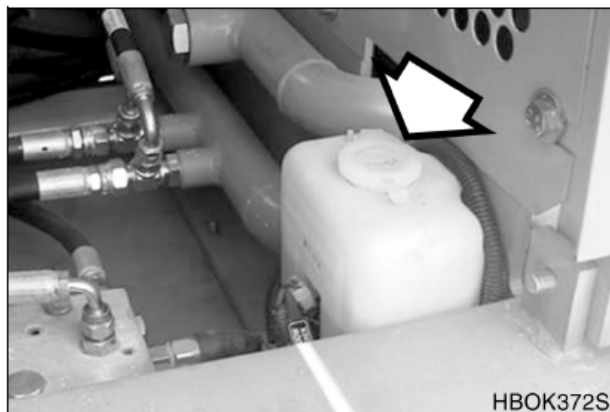

Рис. 24
1. Открыть переднюю левую дверь и проверить уровень жидкости в бачке омывателя стеклоочистителя (рис. 24).